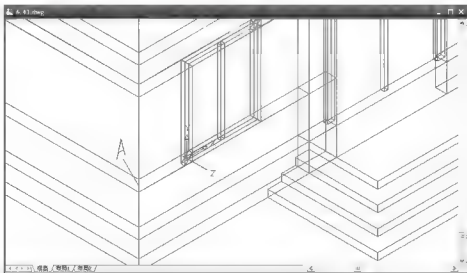

图 6.43 捕捉 A 点作为多段线的起点
- (1) 在命令行输入“PL”后按 Enter 键，启动【多段线】命令。
- (2) 在指定起点：提示下，捕捉图 6.43 中的 A 点作为多段线的起点。